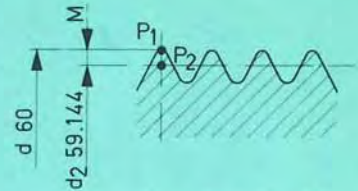

Abb. 8
zusammengesetzt aus ① ② Abb. 8;9;10